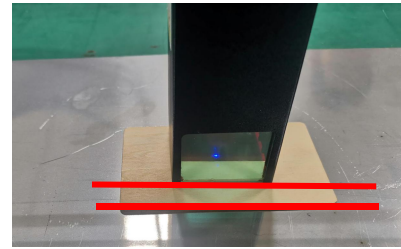

Bild 2 Der Schild ist parallel zum Rand des
- c. Der Schild muss parallel zum Rand des gravierten Objekts sein (Bild 2).